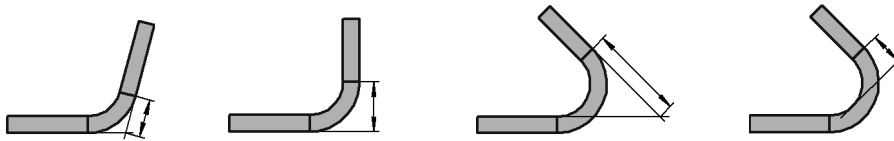

Рис. 108.12. Минимальная длина
- ▼ При использовании способов **Длина по контуру** и **Длина по касанию** значение, вводимое в поле **Длина**, должно быть больше некоторого минимума (рис. 108.12). В общем случае он зависит от толщины материала, угла и радиуса сгиба.